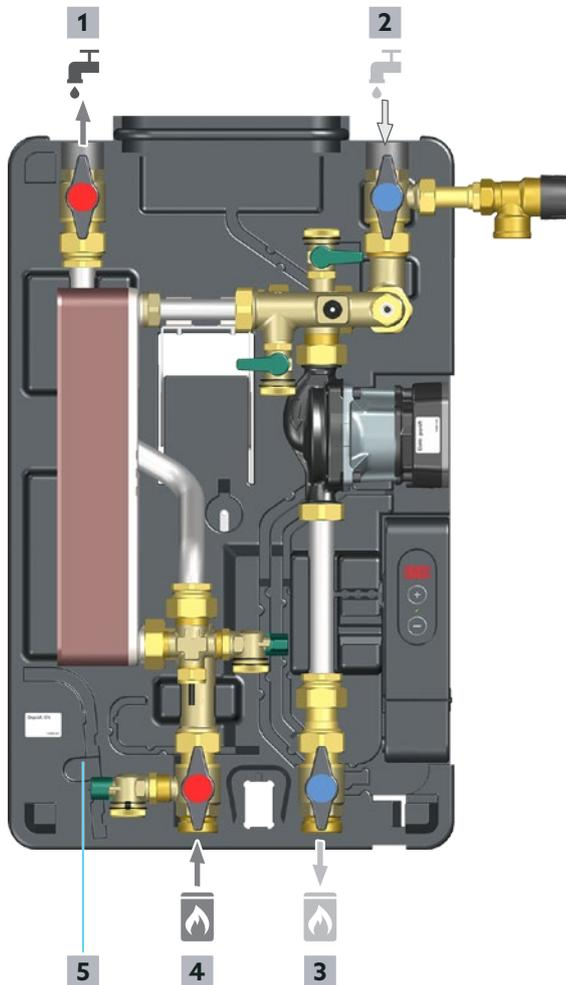

Fig. 14: Description du fonctionnement
- Monter un clapet anti-retour (position **4** sur la Fig. 4 en page 13) sur l'aller eau potable froide (position **2** sur la Fig. 14 en page 21), afin de séparer l'eau potable froide de l'eau potable déjà chauffée à l'intérieur de la station.